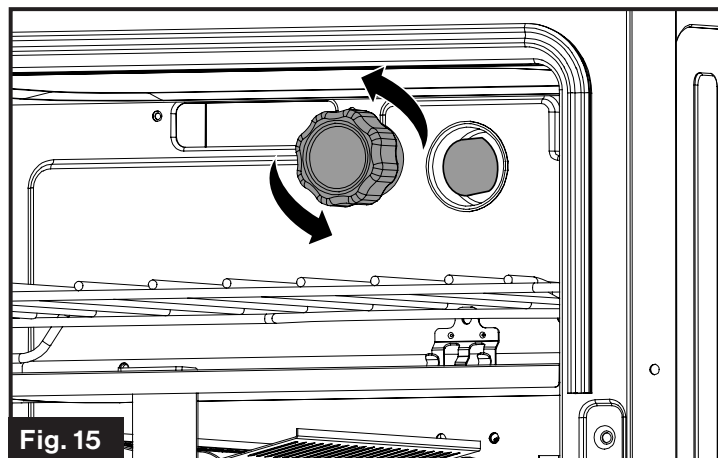

Fig. 15
2. Retire la tapa de vidrio del portalámparas. (Fig. 15)